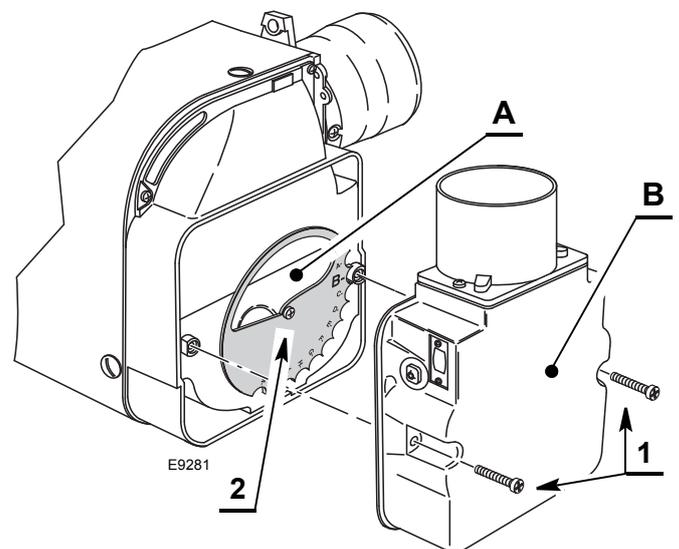
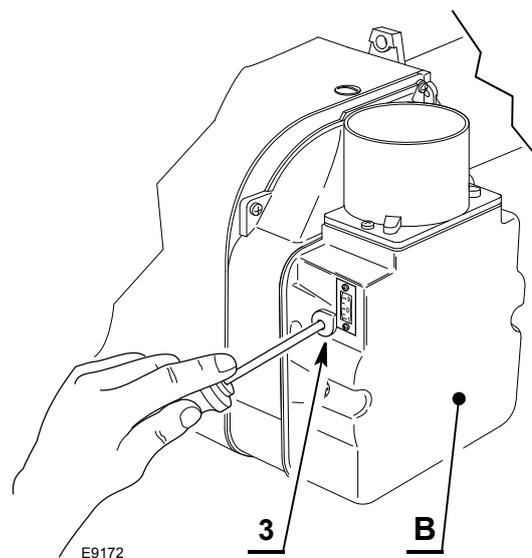

Fig. 20
Fig. 21
Le réglage de l'air est effectuée par deux volets d'air indépendants (voir Fig. 20 et Fig. 21).
- retirer le volet d'air secondaire B)(Fig. 20) en dévissant la vis 1).
Le réglage de ce dispositif est possible en agissant sur la vis 3)(Fig. 21).